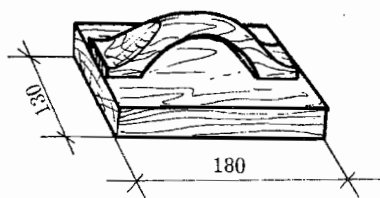

Рис. 11. Полутерок.
**Полутерок деревянный** (рис. 11) предназначен для выравнивания и уплотнения штукатурного намета.